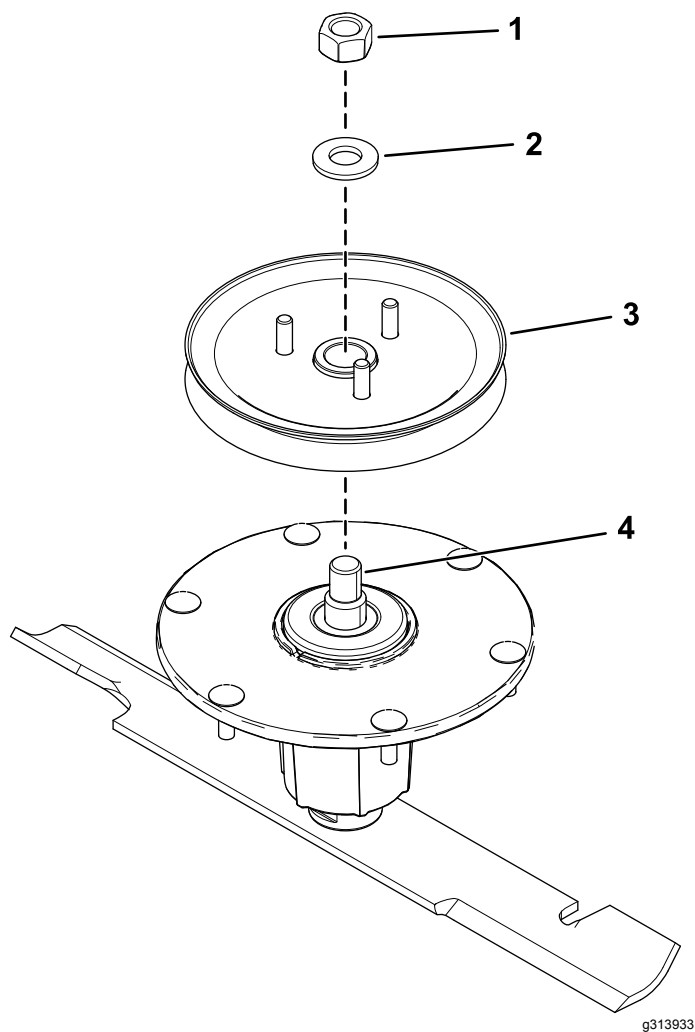

Figura 7
3. Instale la polea en el eje usando la arandela y la tuerca superior (Figura 7).